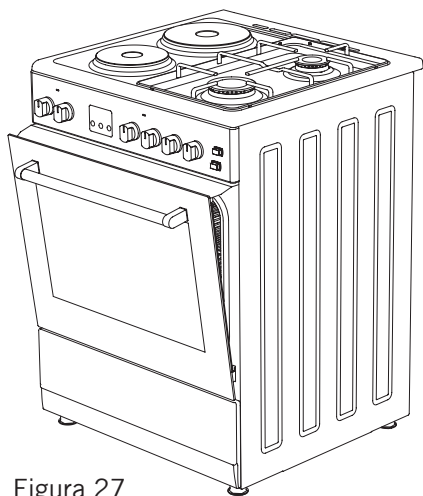

Figura 27
3. Luego, fije el panel de seguridad entre el horno y la cubierta frontal cerrando cuidadosamente la cubierta. (Figura 27)